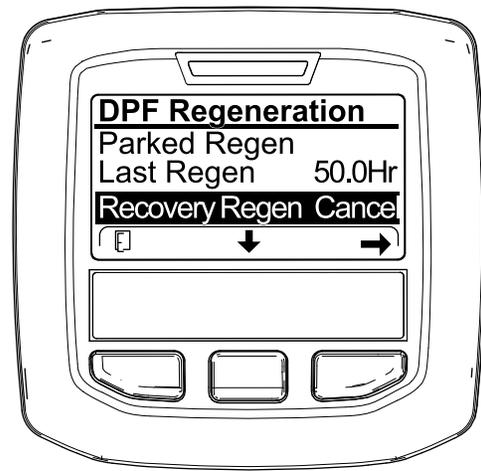
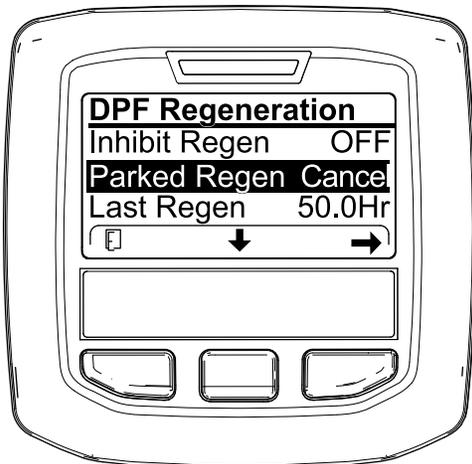

Figure 71
Figure 70
3. Appuyez sur le bouton droit pour sélectionner l'option Regen Cancel (annulation de régénération) (Figure 70 ou Figure 71).
1. Ouvrez le menu DPF Regeneration (régénération du FAP) (Figure 70).
2. Appuyez sur le bouton central pour naviguer jusqu'à l'option PARKED REGEN CANCEL (Figure 70) ou RECOVERY REGEN CANCEL (Figure 71).